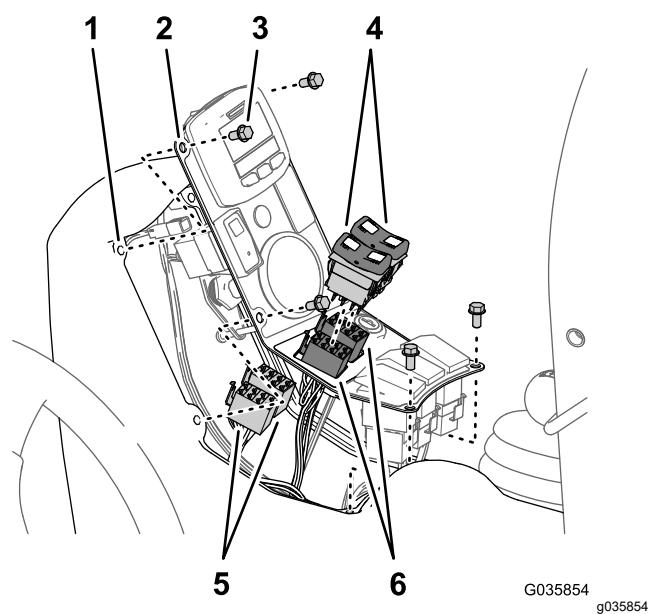
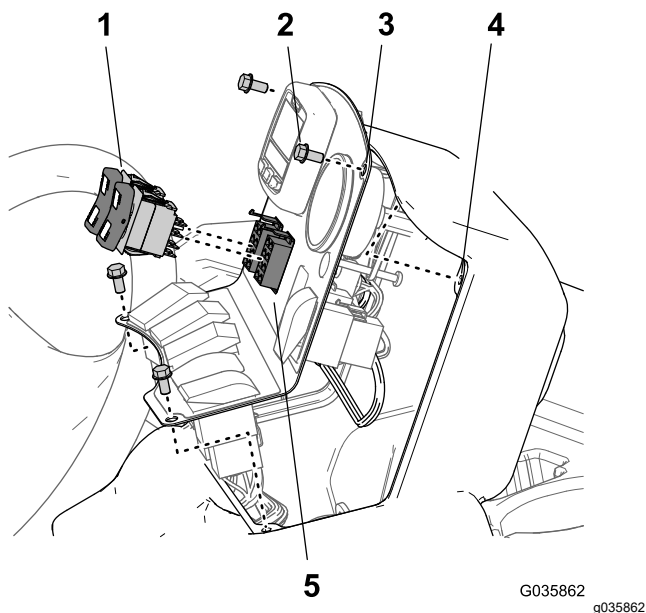

図 37
図 38
1. スイッチパネルを中央コンソールに固定しているフランジヘッドボルト $\frac{1}{4} \times \frac{1}{2}$ "を取ってパネルを外す 図 37 または 図 28。
2. ブーム昇降スイッチから、車両のワイヤハーネスの8ソケットコネクタを外す 図 37 または 図 38。
3. ウルトラソニックブーム仕上げキットのワイヤハーネスの8ソケットコネクタを、ロッカースイッチに接続する (図 37 または 図 38)。
5. スwitchパネルの穴を、コンソールのフレームに合わせる 図 37 または 図 38。
6. 中央コンソールにサイドカバーを取り付けるフランジヘッドボルト $\frac{1}{4} \times \frac{1}{2}$ "4本 図 37 または 図 38 はステップ1で外したものを使用する。